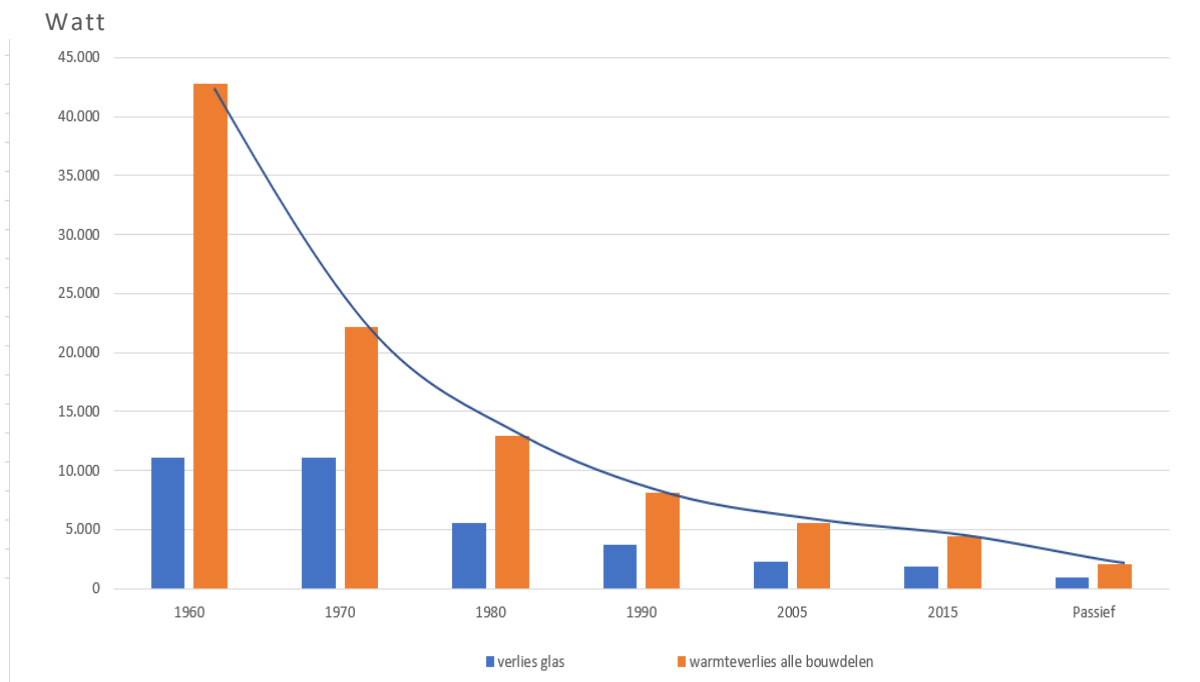

fig. 1. isolatieverliezen naar bouwjaar van woningen vanaf 1960 tot 2030
- A. de gemiddelde isolatiegraad van de gebouwschil: vloer, muren, dak, het glas en staat van ramen en deuren (zie fig.1)